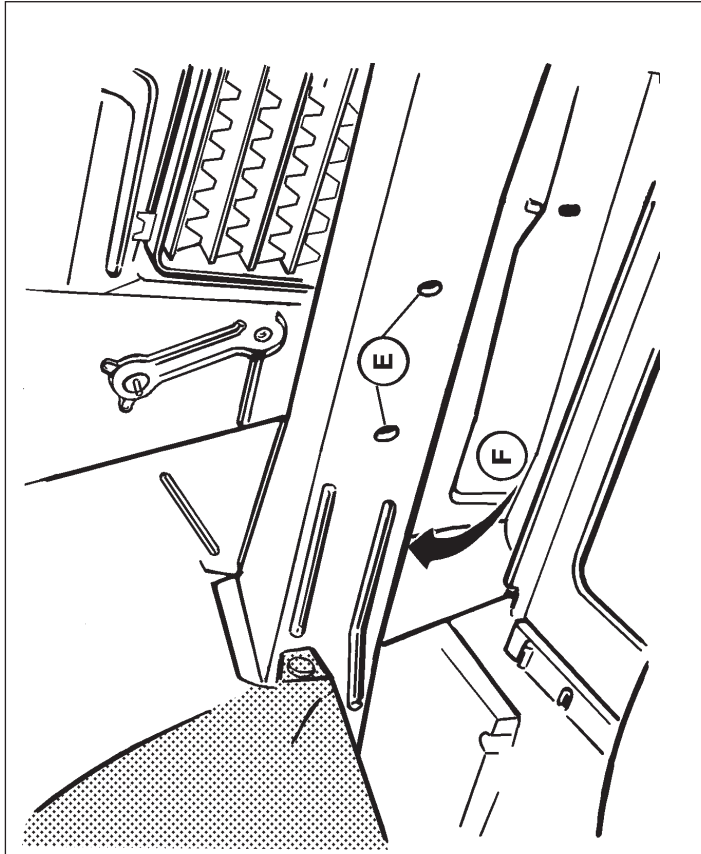
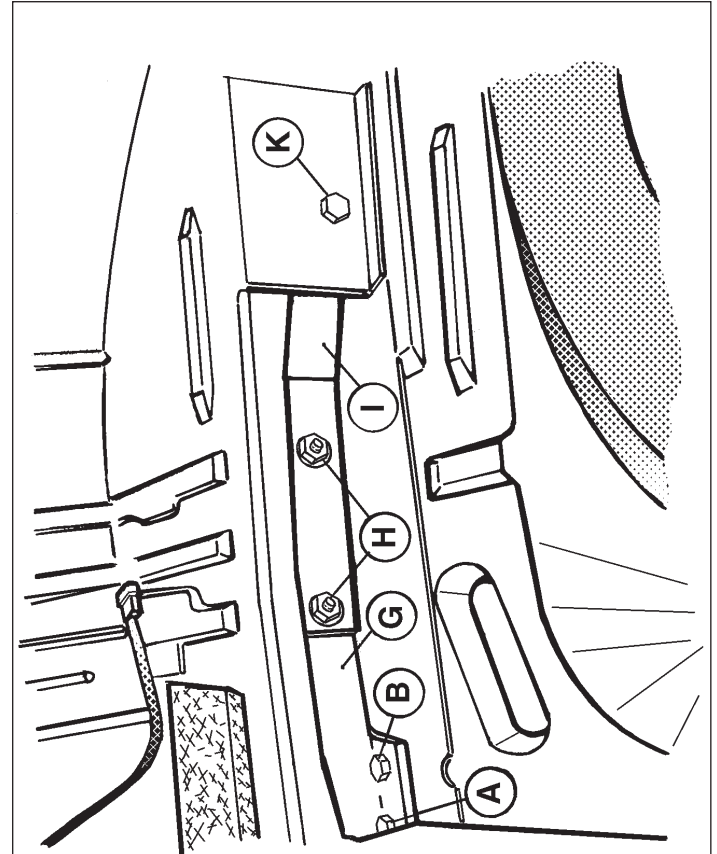

Fig 7
Fig 8
2. Die Einkerbungen, wie in Punkt 1 genannt, 15mm durch die Boden- decke bohren. Die Kontras C und D laut Fig.5 und 6 in den Kofferraum legen. An den Punkten D zwei M10x35-Schrauben inkl. $\varnothing 25 \times 10.5 \times 4$ -Unterlegscheiben, Federringen und Muttern befestigen. An Punkt F einen M10x35-Schrauben inkl. $\varnothing 25 \times 10.5 \times 4$ -Unterlegscheibe und Federring laut Skizze und Fig.7 befestigen. Kontra G laut Fig.8 im
3. Kontra I laut Fig.8 anlegen und an den Punkten H zwei M10x35-Schrauben inkl. $\varnothing 25 \times 10,5 \times 4$ -Unterlegscheiben, Federringen und Muttern befestigen. An den Punkten L und K zwei M10x35-Schrauben inkl. $\varnothing 25 \times 10,5 \times 4$ -Unterlegscheiben und Federringen befestigen. Laut Fig.10 die angegebene Lippe vom Wagenheberhalter heraussägen. Die Kugelgehäuse zwischen den Kugelbefestigungsplatten anlegen und bei den Punkten Z mit Hilfe von zwei M10x80 (10.9)-Schrauben einschließlich Unterlegscheiben und selbstsichernder Muttern befestigen. Alle Schrauben und Muttern laut Tabelle festdrehen. Das unter Punkt 1 Entfernte wieder anbringen.
le grower conformément au croquis et à la fig.7. Amener la contre-pièce G dans le coffre, conformément à la fig.8. Positionner l'attache-remorque et la fixer conformément au croquis à l'emplacement des points A à l'aide de quatre boulons M12x45, rondelles grower, rondelles de blocage et écrous inclus. Percer les trous H de 11 mm. Mesurer la dimension indiquée sur le longeron de châssis gauche (dessous du véhicule), conformément à la fig.9, et enlever le mastic présent à cet endroit. Percer de 11 mm l'encoche existante correspondant au point L de l'attache-remorque. Enlever le bouchon en caoutchouc à l'emplacement du point K (côté du coffre).
3. Positionner la contre-pièce I conformément à la fig.8 et monter à l'emplacement des points H deux boulons M10x35, y compris les rondelles de blocage ø25x10,5x4, les rondelles grower et les écrous. Monter à l'emplacement des points L et K deux boulons M10x35, y compris les rondelles de blocage ø25x10,5x4 et les rondelles grower. Découper la languette du porte-cric indiquée, conformément à la fig.10. Positionner le logement de la rotule entre les plaques de fixation de la rotule et la fixer à l'emplacement des points Z à l'aide de deux boulons M10x80 (10.9) y compris les rondelles de blocage et les écrous autoforants. Serrer tous les boulons et écrous conformément au tableau. Remettre en place les pièces déposées au point 1.
2. Bor fordybningerne, som blev nævnt under punkt 1, 15 mm igennem bunden. Placer spændpladerne C og D ifølge fig.5 og fig.6 i bagagerummet. Monter to bolte M10x35 ved punkterne D, inklusiv planskiver $\varnothing 25 \times 10.5 \times 4$, fjederskiver og møtrikker. Monter én bolt M10x35 ved punkt F, inklusiv planskive $\varnothing 25 \times 10.5 \times 4$ og fjederskive ifølge tegningen og fig.7. Anbring spændpladen G i bagagerummet ifølge fig.8. Placer anhængertrækket og monter det ved punkterne A med fire bolte M12x45, inklusiv fjeder- og planskiver samt møtrikker. Bor hullerne H 11 mm igennem. Udmål den angivnelængde på det venstre chassis (på underkanten af bilen) ifølge fig.9, og fjern kittet på detested. Bor 11 mm igennem den eksisterende fordybning, som svarer til punkt L på anhængertrækket. Fjern gummiroppen ved punkt K (ved bagagerummet).
3. Placer spændpladen I ifølge fig.8, og monter to bolte M10x35 ved punkterne H, inklusiv planskiver $\varnothing 25 \times 10.5 \times 4$, fjederskiver og møtrikker. Monter to bolte M10x35 ved punkterne L og K, inklusiv spændplader
2. Perforar 15mm a través del suelo de fondo las depresiones mencionadas bajo el punto 1. Colocar las contratruercas C y D en el maletero de acuerdo a las figuras 5 y 6. Fijar a la altura de los puntos D dos tornillos M10x35 inclusive arandelas diám.25x10.5x4, anillos resorte y tuercas. Fijar a la altura del punto F un tornillo M10x35 inclusive arandela diám.25x10.5x4 y anillo resorte, de acuerdo al croquis y la fig.7. Aplicar la contratuerca G en el maletero como indica la fig.8. Colocar el gancho de remolque y fijarlo como indica el croquis a la altura de los puntos A, usando cuatro tornillos M12x45 inclusive anillos resorte, arandelas y tuercas. Perforar 11mm los orificios H. Medir en el chasis izquierdo (parte inferior del vehículo) la medida indicada de acuerdo a la fig.9 y retirar la cola que se encuentra en este lugar. Perforar 11mm la depresión existente en este lugar, correspondiente con el punto L del gancho de remolque. Retirar el tapón de caucho a la altura del punto K (en el lado del maletero).
3. Colocar la contratuerca I de acuerdo a la fig.8 y fijar a la altura de los puntos H dos tornillos M10x35 inclusive arandelas diám.25x10.5x4, anillos resorte y tuercas. Fijar a la altura de los puntos L y K dos tornillos M10x35 inclusive arandelas diám.25x10.5x4 y anillos resorte. Serrar como indica la fig.10 la lengüeta indicada del soporte del gato. Colocar la caja de la bola entre las placas de fijación de la bola y fijarla a la altura de los puntos Z por medio de dos tornillos M10x80 (10.9) inclusive arandelas planas y tuercas de seguridad. Apretar todos los tornillos y tuercas según los puntos indicados en la tabla. Volver a colo-